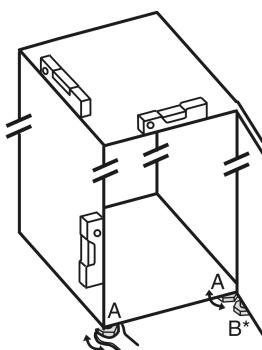

Fig. 23
- ▶ Dévisser les pieds réglables *Fig. 23 (A)* avec la clé plate fournie et utiliser un niveau à bulle pour vérifier que l'appareil est bien plan.
- ▶ Dévisser le pied réglable *Fig. 23 (B)* du support de palier avec la clé plate fournie jusqu'à ce qu'il touche le sol.
- ▶ Tourner le pied réglable *Fig. 23 (B)* de 90° supplémentaires.